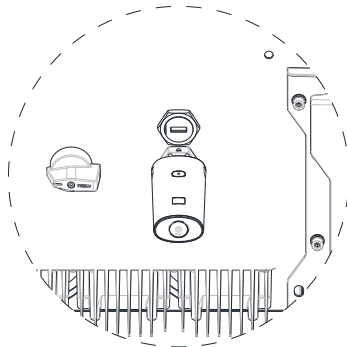

图 6.9A
- 2>如图6.9A所示，将Shine GPRS-X2模块插入USB接口，此时Shine GPRS-X2模块LED灯亮。